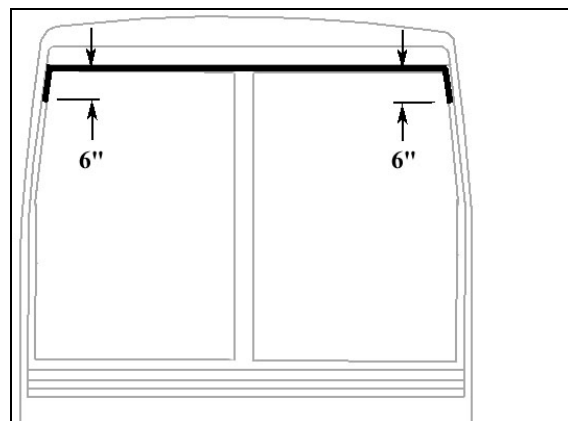

FIGURE 50 : APPLICATION DE SIKA 221 NOIR
8. Appliquer du Sika 221 noir (Figure 50) entre la fibre de verre et la pièce extrudée en caoutchouc.